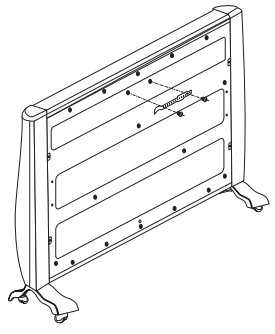

Figura 3
3. Instale el asa incluida en la parte trasera del aparato, atornillándola con dos tornillos fije con dos tornillos 4*14 en el agujero correspondiente como muestra Figura 3.